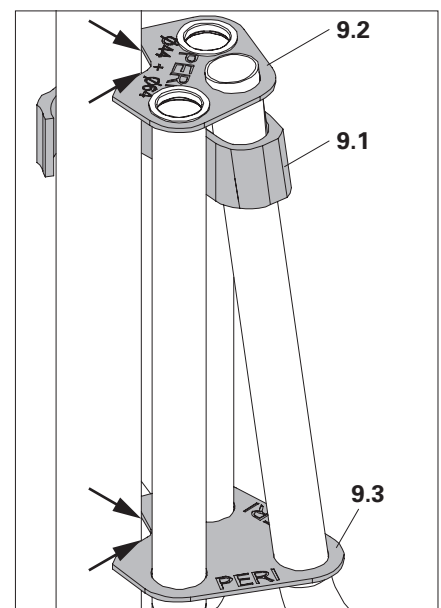

Fig. A1.03a
- Verificare che il puntello per solai sia a contatto con la piastra di battuta superiore e inferiore (9.2 + 9.3). (Fig. A1.03a)